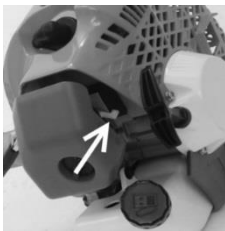

Рисунок 9
4.1.3 Рычаг воздушной заслонки переведите вверх, в положение «ХОЛОДНЫЙ ЗАПУСК» (рис.9).